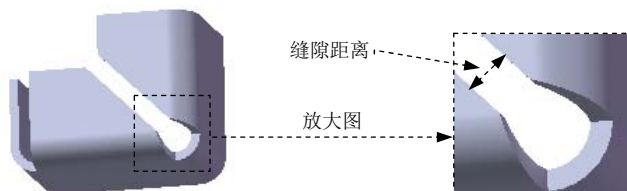

图 7.2.11 设置缝隙距离
- ☒  文本框：用于设置边线-法兰之间缝隙距离，如图 7.2.11 所示。